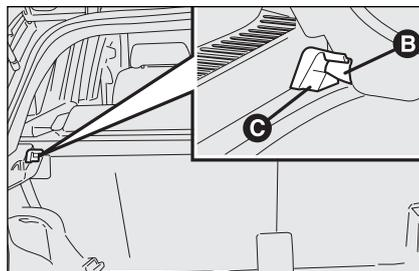

fig. 102
- dégager les pions **B-fig. 102** de la tablette des propres emplacements **C** et l'enlever.